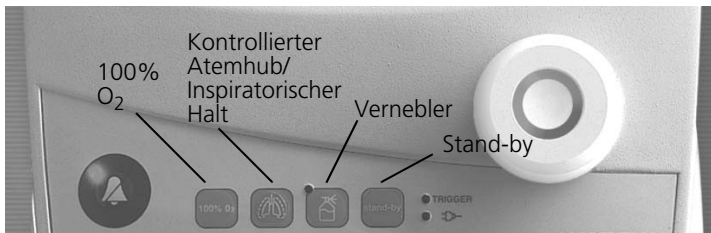

Abbildung 7-1. Tasten für Spezialfunktionen
1. Drücken Sie eine Sekunde lang die Taste 100% O₂ (Abbildung 7-1).
Sie können diese Funktion (Abbildung 7-1) verwenden, um einen inspiratorischen Halt oder einen kontrollierten Atemhub auszulösen oder die Atemhubabgabe während einer Diskonnektion zu beginnen.
Mit der Taste Vernebler (Abbildung 7-1) wird die pneumatische Verneblungsfunktion von RAPHAEL für 30 Minuten aktiviert. Bei aktivierter Verneblung leuchtet die Anzeige auf der Taste. Nach 30 Minuten wird die Verneblung automatisch gestoppt. Wenn Sie die Verneblung vor Ablauf des 30-Minuten-Intervalls beenden möchten, drücken Sie noch einmal auf die Taste.